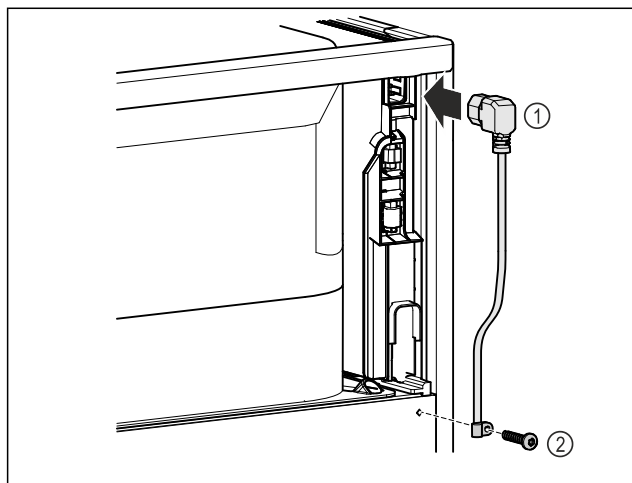

Fig. 8
- ▶ Sæt køleskabsudtagets strømkabel Fig. 8 (1) i på apparatets bagside.
- ▶ Montér trækaflastningen. Fig. 8 (2)